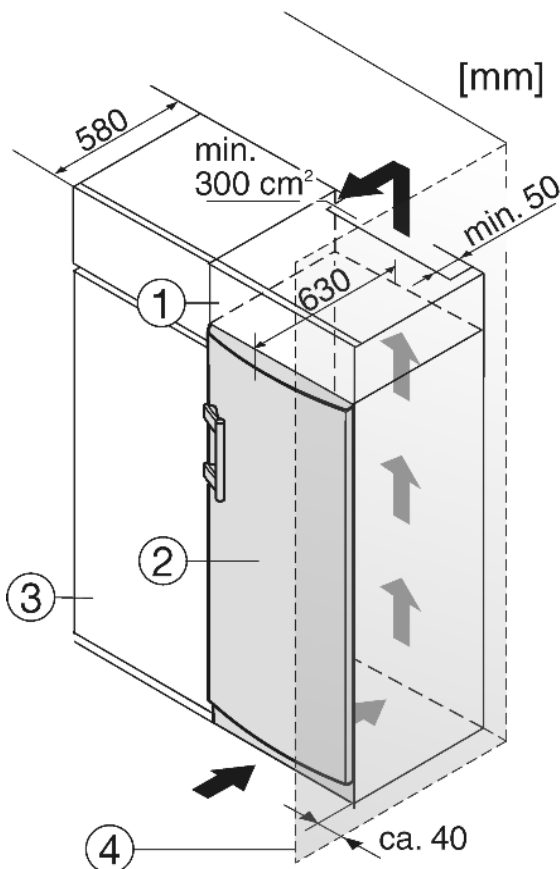

Fig. 8
- (1) Дополнительный шкафчик
- (2) Устройство
- (3) Кухонный шкаф
- (4) Стенка
Устройство может быть окружено предметами кухонной обстановки. Чтобы уравнять устройство *Fig. 8 (2)* по высоте с кухонной стенкой, можно установить над устройством соответствующий дополнительный шкафчик *Fig. 8 (1)*.
При комбинировании с обычными кухонными шкафами (глубина макс. 580 мм) устройство можно установить непосредственно рядом с кухонным шкафом *Fig. 8 (3)*. Дверь устройства выступает по сторонам на 34 мм и по центру устройства на 50 мм относительно передней стенки кухонного шкафа. Поэтому ее можно свободно открывать и закрывать.
Если устройство установлено на шарнирах у стены *Fig. 8 (4)*, то расстояние между устройством и стеной должно быть не менее 40 мм. Настолько выступает ручка при открытой дверце.